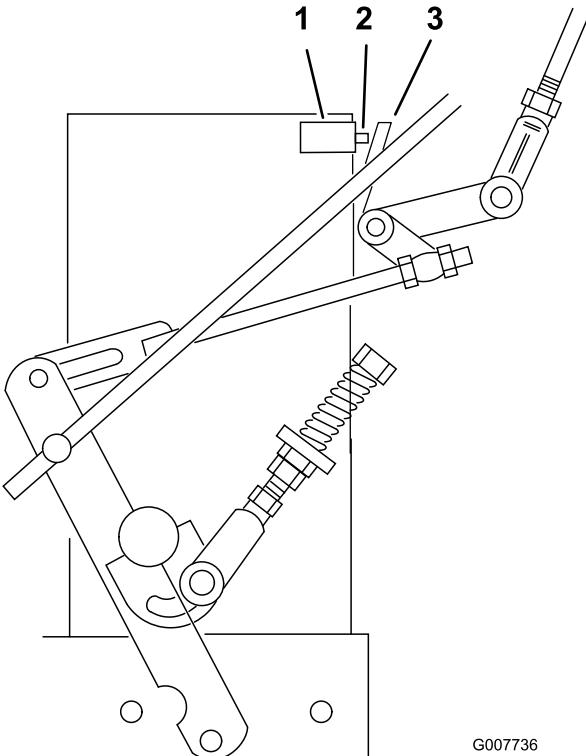

Figure 31
- Le contacteur de sécurité doit être enfoncé et un espace de 8 mm doit exister entre la languette d'actionnement et le contacteur (Figure 31).
- Au besoin, ajustez la position du contacteur pour obtenir un espace de 8 mm (Figure 31).